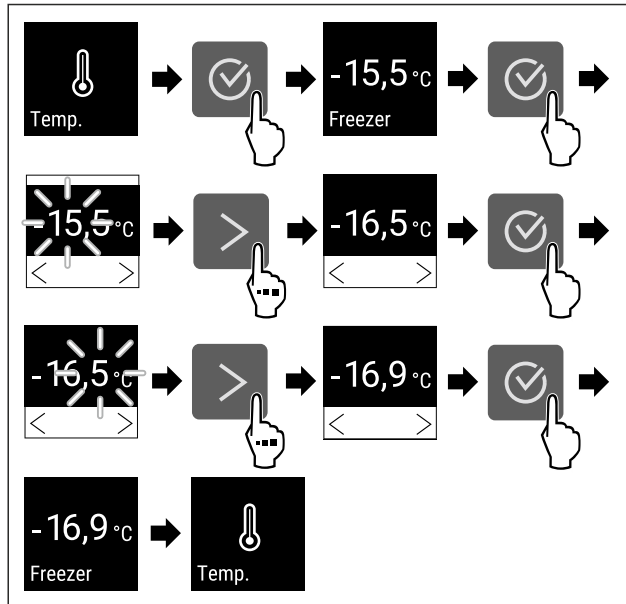

Fig. 65 Αλλαγή θερμοκρασίας από -15,5°C σε -16,9°C
- ▶ Εκτελέστε τα βήματα ενεργειών (βλέπε Fig. 65).